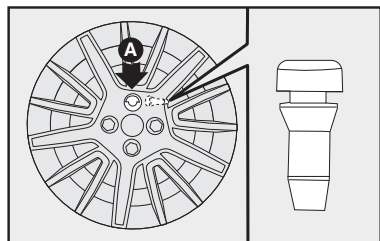

fig. 10
- Coloque a presión la taza de la rueda en la llanta, haciendo coincidir el símbolo , grabado en el interior de la taza, con la válvula de inflado; de esta forma, el orificio más grande de la taza **A-fig. 10** pasará a través del tornillo colocado anteriormente.